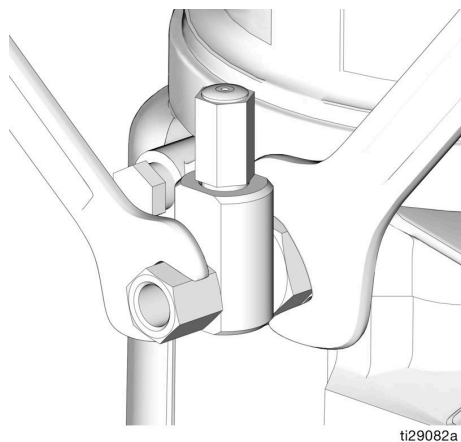

Рис. 32
1. Ослабьте фитинг патрона насоса (Рис. 32).
3. Затяните фитинг патрона насоса, поворачивая два ключа в противоположные стороны (Рис. 32).